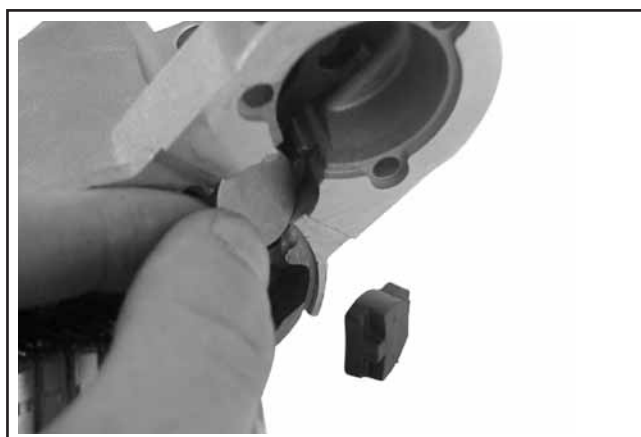

Figure 8-36. Retrait du coussinet et de la plaque de fond.
7. Retirer le coussinet du levier d'entraînement et la plaque de fond du capuchon d'extrémité. Voir la figure 8-36.